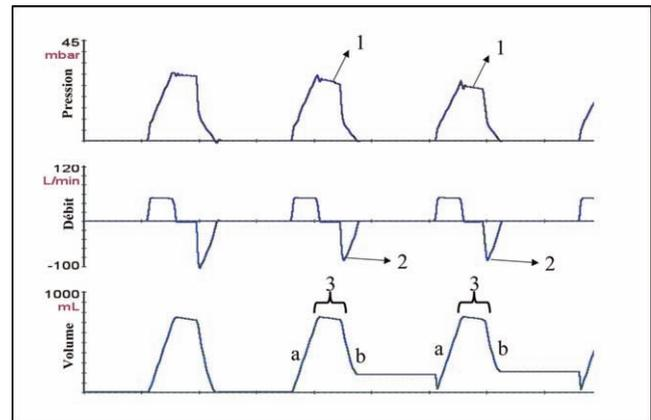

Fig. 7 Courbes de pression, de débit et de volume en fonction du temps lors d'une présence de fuites dans le système respiratoire
- Présence de fuites dans le circuit de ventilation (Fig. 7) ;